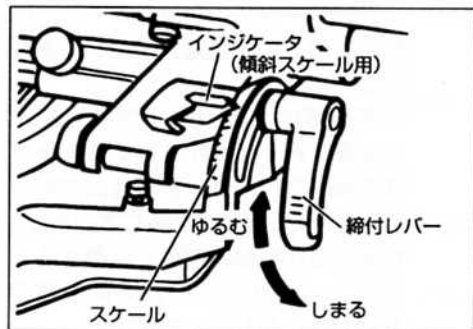

図25
- (1) ホルダ(A)(図1参照)後方の締付レバーをゆるめ、ヘッド部(図1参照)を左側に傾斜させます。(図25)
- (2) 希望の傾斜角になるよう傾斜スケールの目盛とインジケータ(傾斜スケール用)を合わせ、締付レバーを締めホルダ(A)を固定します。
- (3) 切断作業は、4、5および6項を参照してください。